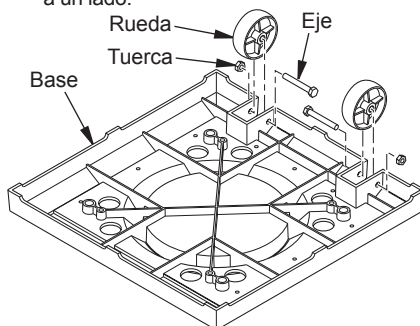

Figura 3 - Fijación de las ruedas a la base
1. Voltee la base al revés. Fije 2 ruedas, 2 ejes (I) y 2 tuercas (J) como se muestra en la figura 3. No los apriete en exceso.